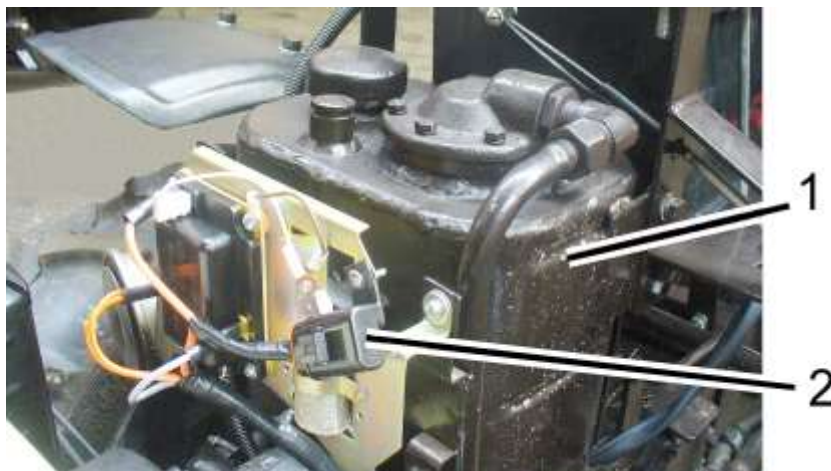

Рисунок 2.15.3 – Подвесной предохранитель на корпусе маслобака ГНС
- предохранитель питания потребителей электрооборудования трактора 25А, расположенный на корпусе маслобака (рисунок 2.15.3);